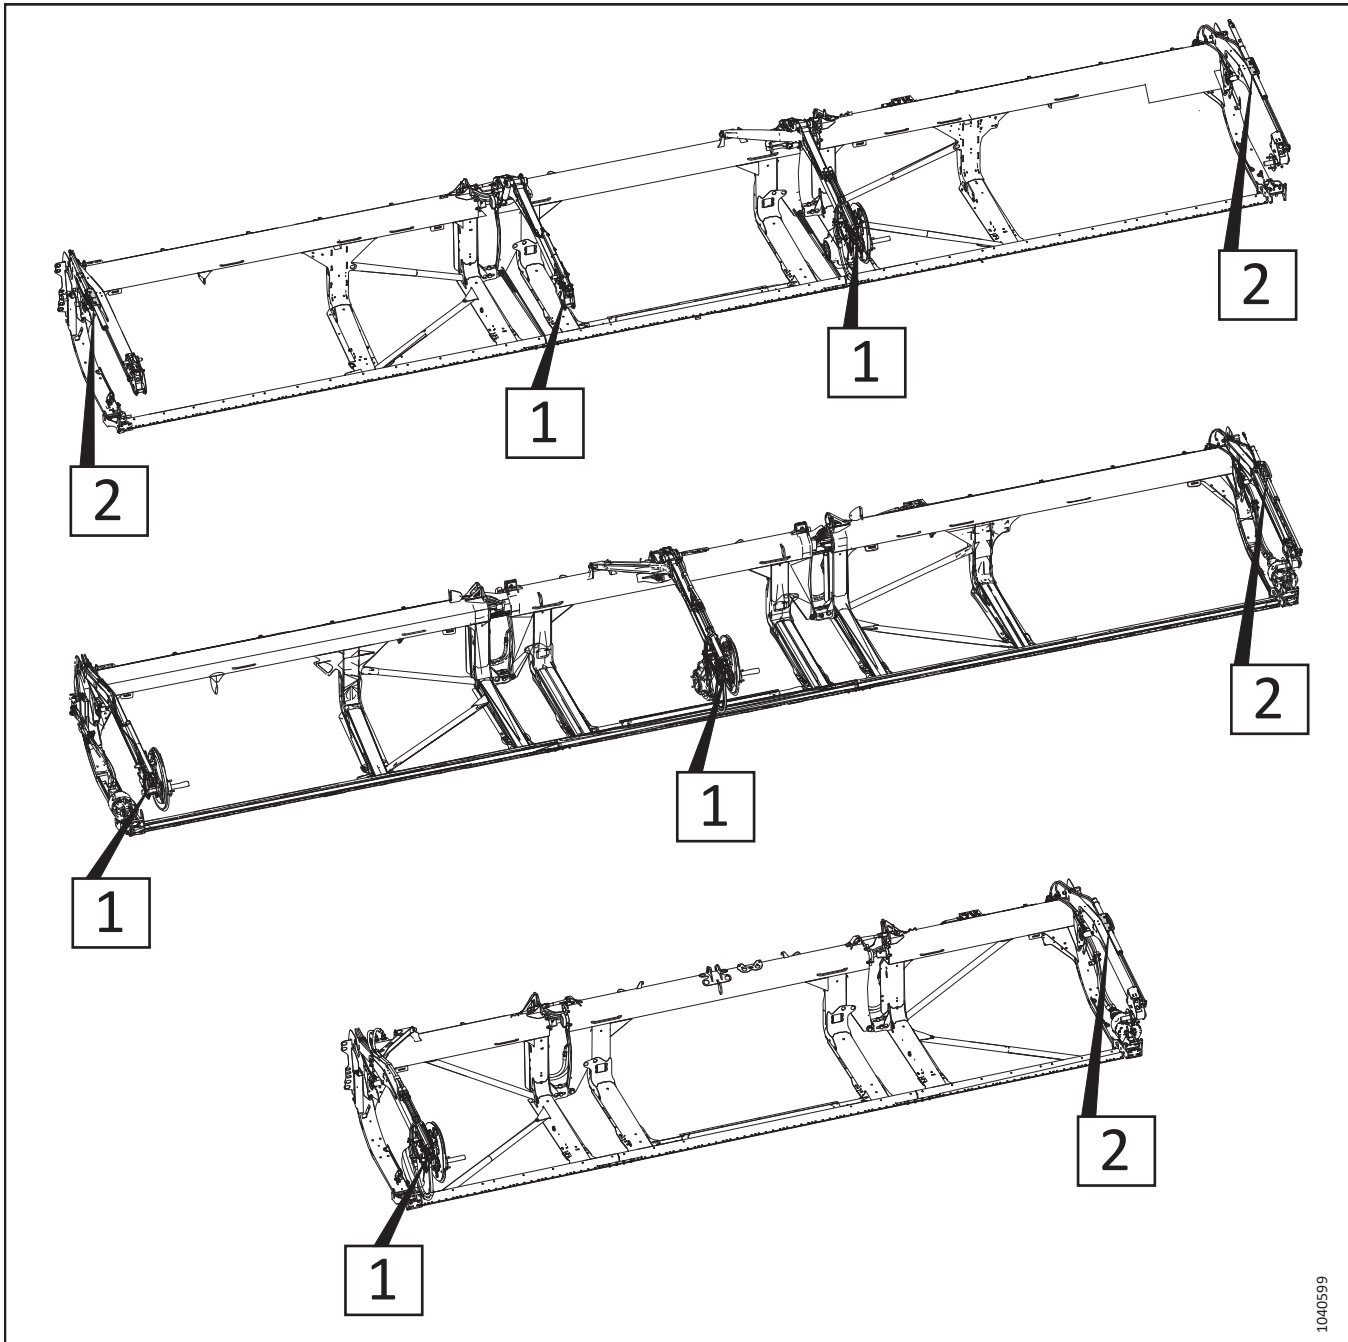

Figure 3.397: Vérins avant-arrière réglables – Numéros de référence des procédures
5. Consultez la figure 3.397, page 282 pour trouver les procédures de réglage des vérins avant-arrière adaptées à votre type de plateforme. Le numéro sur l'illustration se rapporte à l'une des procédures suivantes :